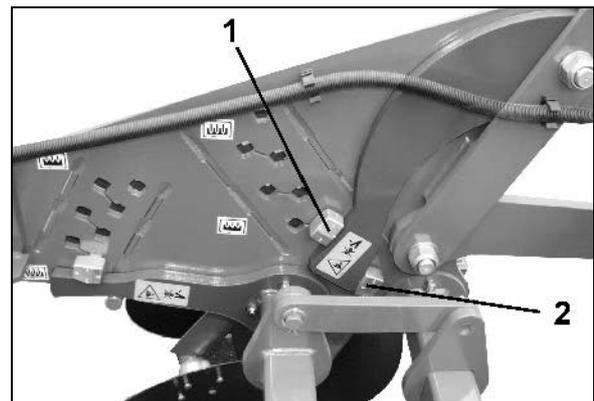

Рис. 31
- Посредством перестановки эксцентрика (Рис. 31/1) в одно из предварительно заданных посадочных мест:
- Посредством поворота эксцентрика (Рис. 31/1):
Выбранные посадочные места (Рис. 31/1) должны соответствовать с обеих сторон. Нанесенные на упорах эксцентриков числа должны быть одинаковыми с обеих сторон агрегата.
Если вход лапы в почву недостаточен, установите 3-й эксцентрик (Рис. 31/2) непосредственно под опорным рычагом. Таким образом лапа получает дополнительную нагрузку от катка.